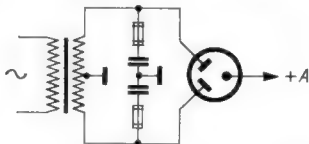

Bild 2. Zusatzsicherungen am Überbrückungsblock der Anodenspannungswicklung
**Bild 2.** Zu den übelsten Gerätefehlern zählt das Durchschlagen der Überbrückungskondensatoren von Anodenspannungswindungen. Wenn kein direkter Kurzschluß erfolgt, und das ist in den